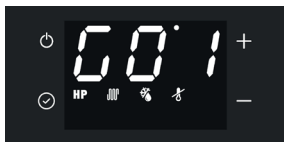

fig. 5 - Erster Bildschirm
- Erster Bildschirm: G0 (siehe fig. 5)